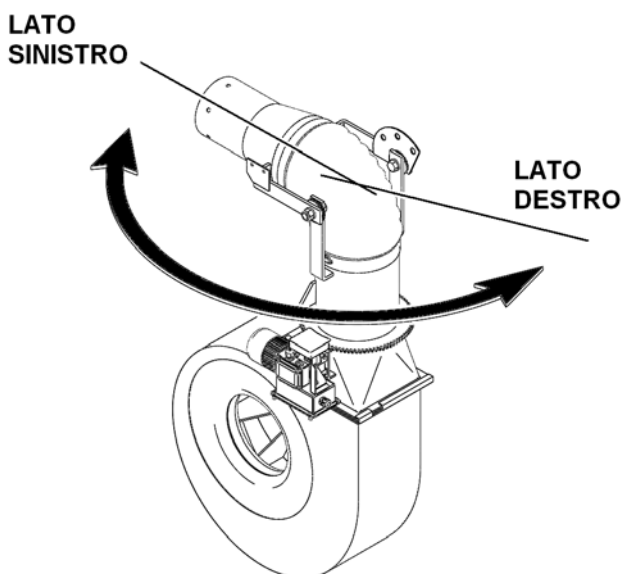

Abb. 45
3. Die Kanone auf der LINKEN SEITE positionieren (Abb.45), indem man die senkrecht im Bezug zur Fahrtrichtung anordnet. Den längeren Nocken in dem Loch einschrauben, das sich näher am Endschalter 'A' befindet. Die korrekte Position des Nockens im Bezug zum Endschalter 'A' ist in der Abb.47 beschrieben.